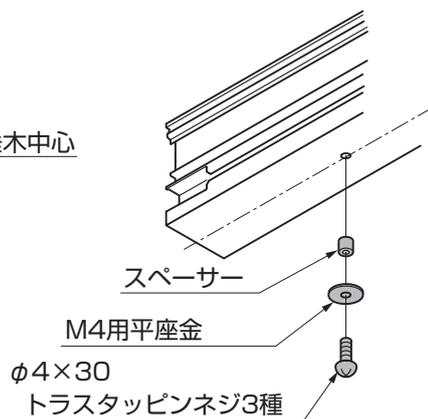

図1-10
- ①垂木の桁側、垂木掛け側両端にφ3.5の穴をあけてください。
- ②垂木の両端にスペーサー、【M4用平座金】を【ネジ】で取付けてください。(図1-10参照)